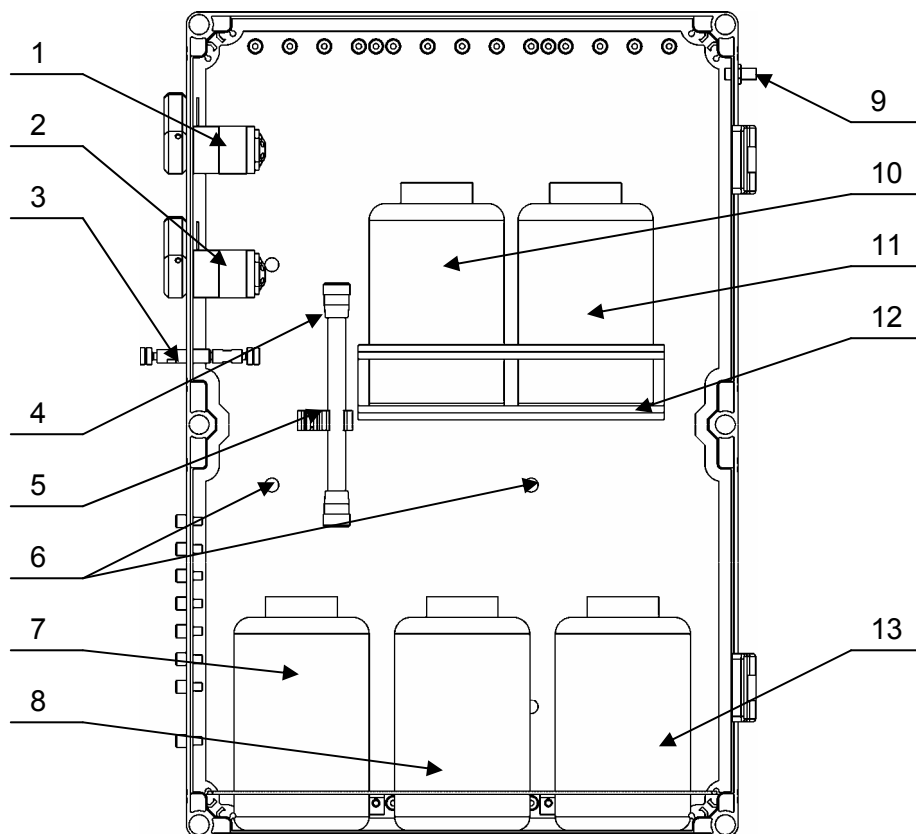

Рис. 3. Вид модуля сбоку*
Расположите необходимые емкости в соответствующих ячейках согласно рис. 3. Установите колонку, петлевой концентратор и петлевой дозатор.
1. Установите емкость с образцом в соответствующую ячейку (рис. 3 поз.10), навинтите крышку с капилляром на емкость.